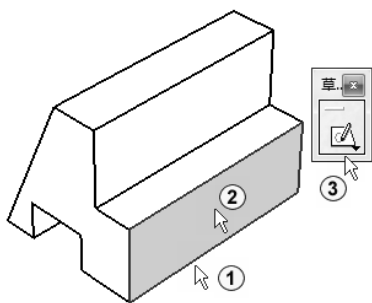
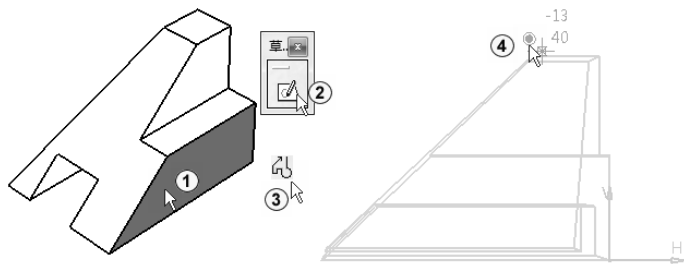
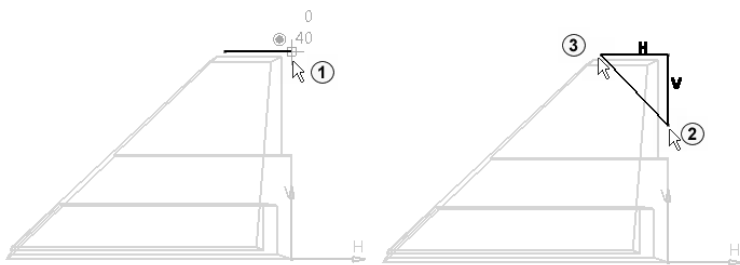

图 3-19 快速定义草图方向
图 3-23 选择平面
图 3-24 绘制直线
5) 按住〈Ctrl〉键选择在草图中作为 X 轴的边，再选择草图平面，然后单击“草图”按钮，如图 3-19 中①~③所示。则草图自动转到所需的方向。
9) 选择草图平面，单击“草图”按钮，如图 3-23 中①②所示。单击“轮廓”按钮，如图 3-19 中①所示。系统弹出“草图工具”工具栏并自动选中了“直线”按钮，在工作区中捕捉到左上角点（出现符号）时单击，如图 3-23 中③④所示。向右移动鼠标到出现符号时单击，垂直向下移动鼠标到适当的位置后单击，最后捕捉最初左上角点，如图 3-24 中①～③所示，按〈Esc〉键结束绘制状态。